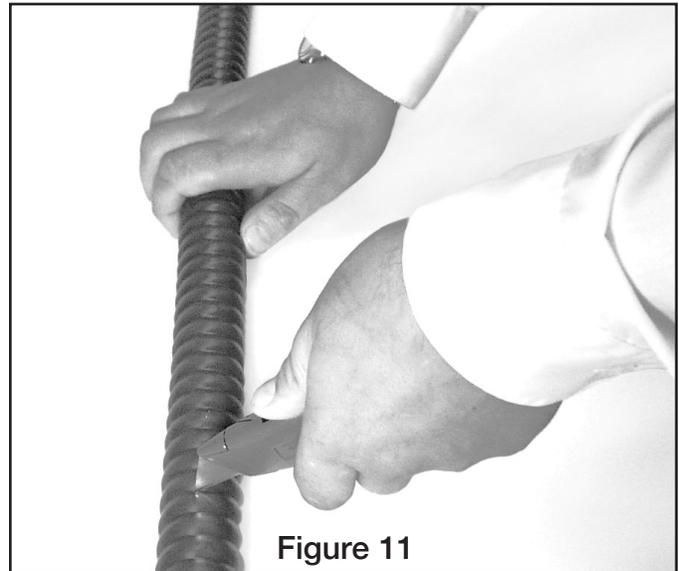

Figure 11
1. Mesurer la longueur de gaine à enlever, avec un couteau tranchant pénétrer à mi chemin dans la gaine et faire le tour du câble sans toucher à l'armure. (Figure 11)